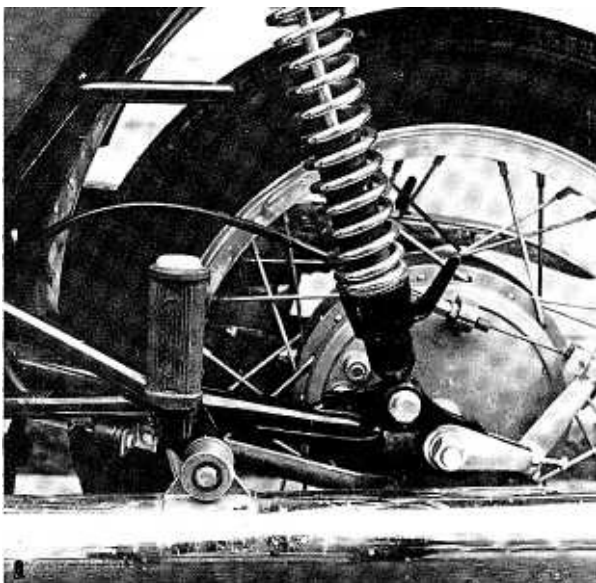

Bild 234
- An den Ceriani-Federbeinen ergibt sich die weichste Einstellung für Solobetrieb bei nach hinten gerichteten Einstellgriff (Bild 234).